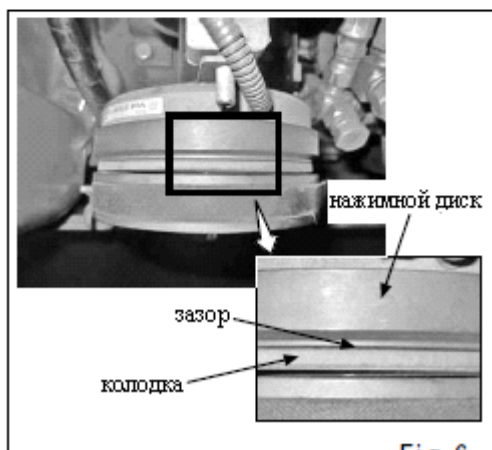

Fig. 6
- По причине износа зазор между нажимным диском и колодкой сцепления постепенно увеличивается. Если зазор составляет более 0,7 мм, муфта будет проскальзывать. В этом случае выполните замену муфты сцепления (рис. 6).